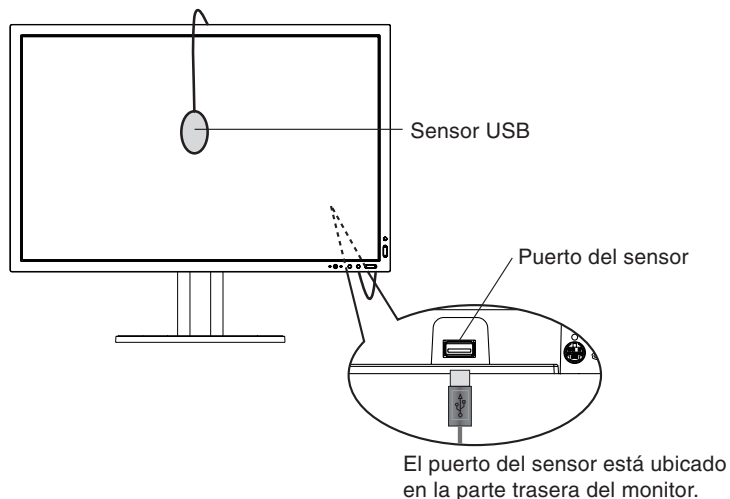

Figura S.1
1. Enchufe el sensor USB al puerto del sensor (**figura S.1**).
7. El procedimiento le pedirá que coloque el sensor USB en el centro del panel de la pantalla (**figura S.7**). Inclíne el panel de la pantalla aproximadamente 5° hacia atrás y coloque el sensor USB en el centro del panel de la pantalla (**figura S.1**).